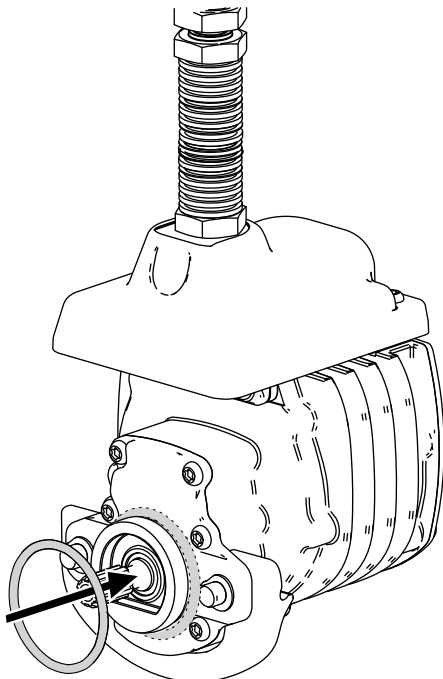

Figura 9
3. Instale una junta tórica en cada motor de molinete, como se muestra en la Figura 9.